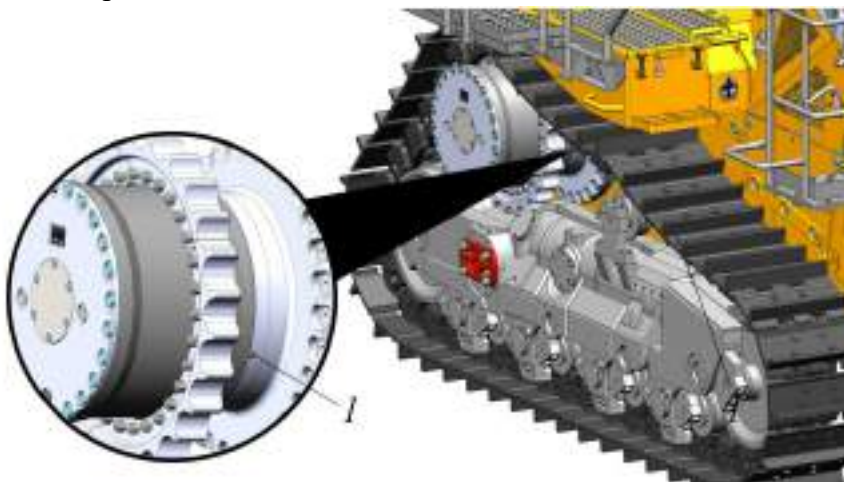

Рисунок 5.153. Сливные отверстия на редукторе
- ▶ Выкрутить пробку 1 сливного отверстия на правом и левом редукторах, рис. 5.153, и подставить емкости  для слива масла. При наличии загрязнения, прочистить отверстие.
Закрутить резьбовые пробки 1, рис. 5.153 сливных отверстий на левом и правом редукторах моментом 35-39 Н·м.